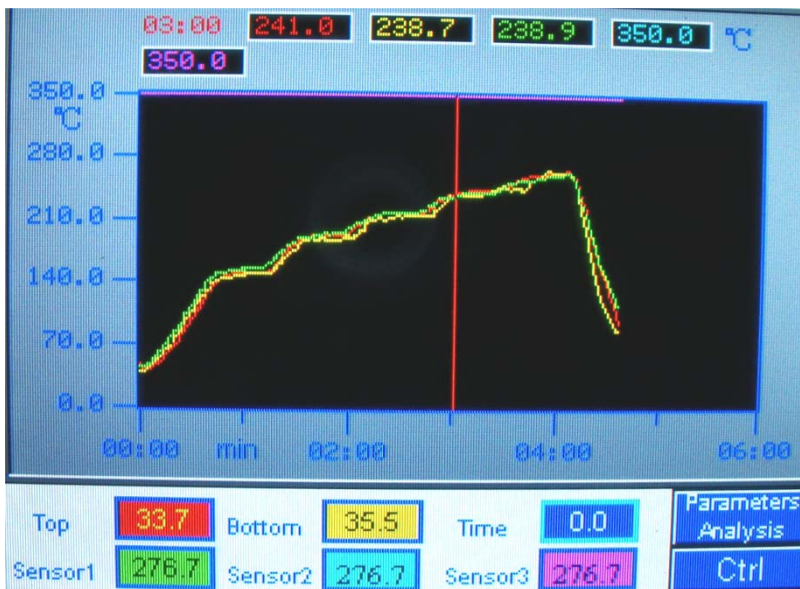

Рис. 26
- На мониторе появятся три кривые — зелёная, красная и желтая (рис. 26).